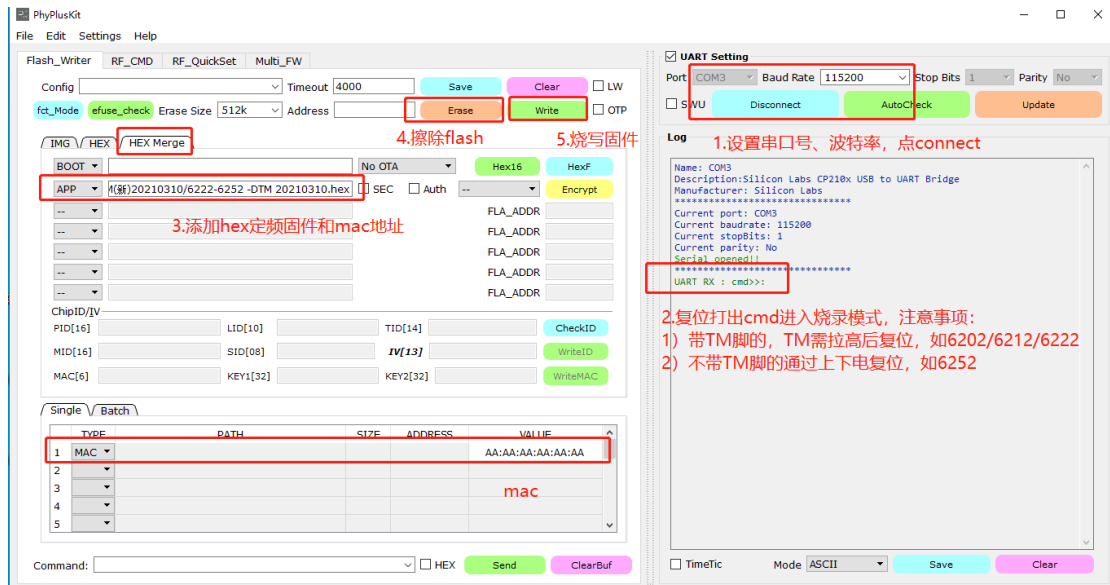

图 1
1.1. 通过 UART 串口连接 DUT 和电脑，打开 PhyPlusKit 软件，如图 1 中标注 1 所示选择需要连接的串口，选择波特率（PHY6202/6212/6222 波特率选 115200，PHY6252 波特率选 UXTDWU），点击 connect；
1.2. 将 DUT TM 键置高，按 reset 键，显示如图 1 中标注 2 的绿色 UART RX: cmd>>:字样，无 TM 脚和复位脚的型号（如 PHY6252），在设置波特率后点 connect 进入扫描状态时，直接通过通断电源线上下电来复位打出绿色 UART RX: cmd>>:字样，如图 3；
1.3. 如图 1 所示进入 Flash_Write 界面，点击 HEX Merge 选项，双击 app 条形框，选择需要烧录的软件，输入要烧录的 MAC 地址；